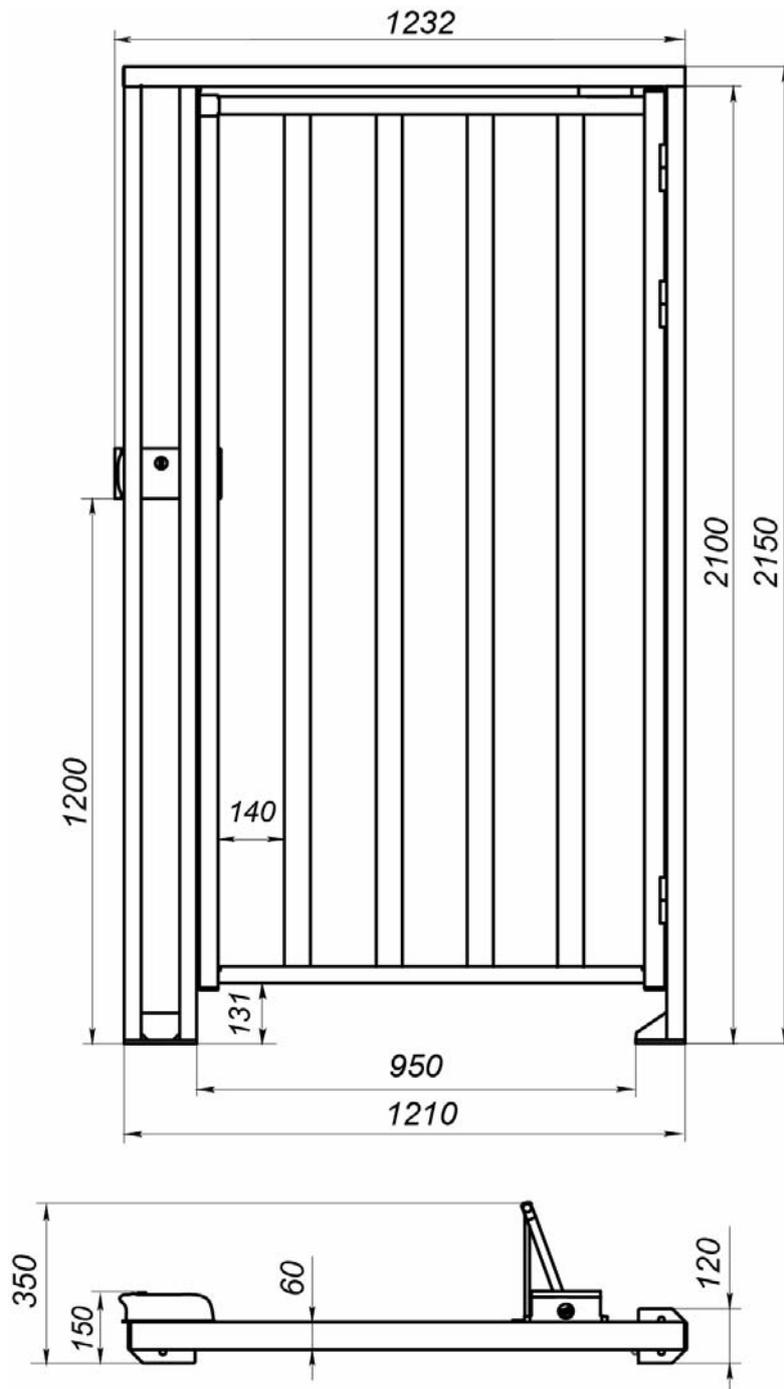
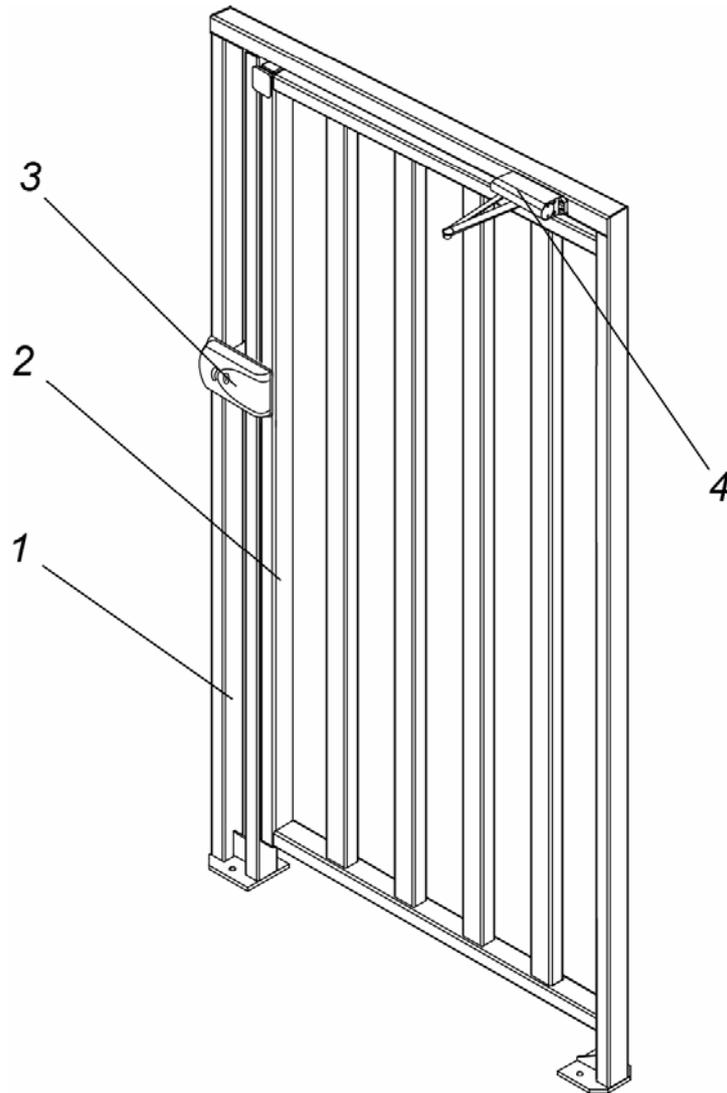

Рисунок 1. Габаритные и промежуточные размеры жалюзи PERCo-WHD-15
Рисунок 2. Общий вид калитки PERCo-WHD-15
1 Габаритные размеры изделия представлены также на рис. 1
Устройство калитки показано на рис. 2. Габаритные размеры калитки указаны на рис. 1. Номера позиций в тексте руководства даны в соответствии с рис. 2, если не указано иначе. Калитка состоит из: рамы (1), створки (2), замка электромеханического (3), доводчика (4).
*Рама* (1), состоящая из трех соединенных между собой поперечиной вертикальных стоек, и *створка* (2) изготовлены из высокопрочного алюминиевого профиля и поставляются в собранном с помощью петель виде с установленным на раме *электромеханическим замком* (3). При монтаже калитки к раме и к створке крепится гидравлический *доводчик* (4), возвращающий створку в исходное положение после прохода. Калитка крепится к установочной поверхности анкерными болтами через четыре монтажных отверстия во фланцах стоек.